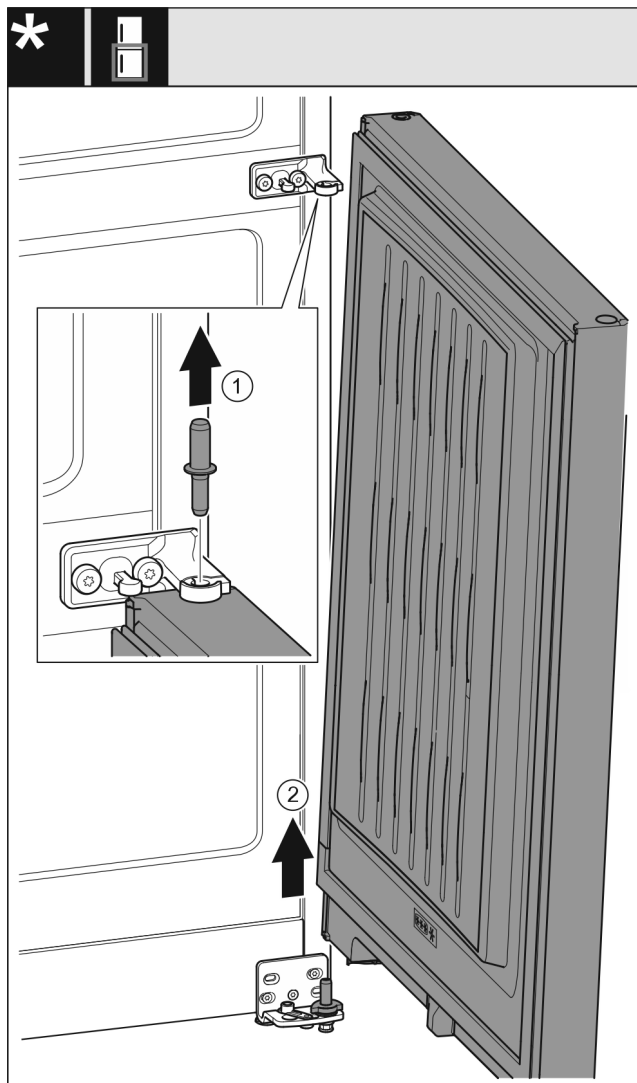

Fig. 11
- ▶ Estrarre il perno verso l'alto. Fig. 11 (1)
- ▶ Aprire la porta, tirarla verso l'alto e metterla da parte. Fig. 11 (2)